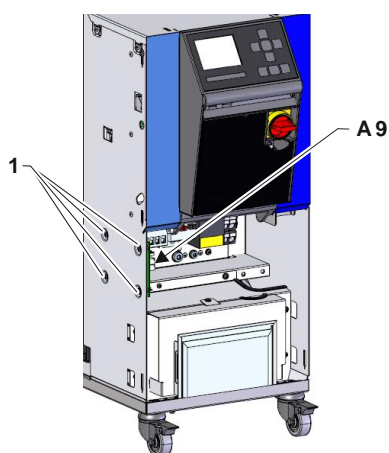

Fig. 1: Partie électrique HB200/230Z2B
- Retirer les 4 vis (marquage 1 → Fig. 1) de la partie électrique
- Installer la nouvelle DFM-53 (A 9) et la fixer au moyen des 4 vis (marquage 1 → Fig. 1).